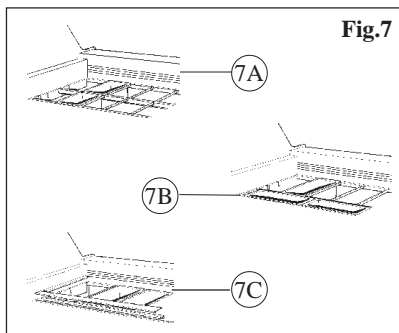

Fig.7
- posizionare quindi la barra centrale ed i distanziatori vaschette (fig.7 - 7A/7B/7C).
- position the central bar and the tub spacers (fig. 7 -7A/7B/7C).
- posez donc la barre centrale et les pièces d'entrouvement des bacs (fig.7 - 7A/7B/7C).
- dann die mittlere Tragstange und die Platte mit den Aussparungen in die Eisbehälter positionieren (Abb.7 - 7A/7B/7C).